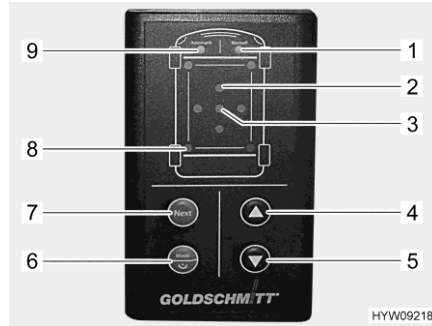

Fig. 43 Elemento de mando (apoyos de elevación hidráulicos)
Si el desequilibrio del vehículo es demasiado elevado, parpadea el LED rojo correspondiente "Inclinación" (Fig. 43,2). Seleccionar un soporte adecuado o manejar manualmente los apoyos de elevación bajo su propio riesgo.
Si por una depresión en el suelo, al extraer un apoyo de elevación, se ha alcanzado su longitud máxima, parpadean los LED "Funcionamiento manual" (Fig. 43,1) y "Modo automático" (Fig. 43,9) tres veces. En este caso, plegar los apoyos de elevación, colocar debajo apropiadamente el apoyo de elevación correspondiente, repetir entonces el proceso.
- Presionar la tecla "On/Off/modo de funcionamiento" (Fig. 43,6) durante más de 1 segundo. Después de conectarse, suena una señal acústica y se ilumina el LED "Modo automático" (Fig. 43,9).
- Pulsar brevemente "On/Off/modo de funcionamiento" (Fig. 43,6). El modo de funcionamiento cambia entre el funcionamiento manual y el modo automático. El LED correspondiente (Fig. 43,1 o Fig. 43,9) se ilumina.
- Pulsar la tecla "Extraer" (Fig. 43,5). Se efectúa automáticamente un procedimiento de alineación. Los LED "Apoyo de elevación" (Fig. 43,8) parpadean mientras los apoyos de elevación estén en movimiento. Si el vehículo está equipado con soportes abatibles: El movimiento de los apoyos de elevación se detiene después del despliegue para dar la oportunidad de colocarlos debajo. El LED "Modo automático" (Fig. 43,9) parpadea rápidamente.
- Volver a pulsar la tecla "Extraer" (Fig. 43,5). Se sigue efectuando el procedimiento de alineación.
- Pulsar la tecla "Plegar" (Fig. 43,4). Los apoyos de elevación se pliegan por completo. Los LED "Apoyo de elevación" (Fig. 43,8) parpadean mientras los apoyos de elevación estén en movimiento.
- En el modo automático, pulse brevemente la tecla "On/Off/modo de funcionamiento" (Fig. 43,6). Se ilumina el LED "Funcionamiento manual" (Fig. 43,1).
- Observar los LED "Inclinación" (Fig. 43,2). Un LED iluminándose indica que el vehículo debe elevarse por este lado.
- Pulse repetidamente la tecla "Next" (Fig. 43,7) hasta que el par de apoyos de elevación deseado quede seleccionado. Los LED correspondientes "Apoyo de elevación" (Fig. 43,8) se iluminan.
- Pulse repetidamente la tecla "Plegar" (Fig. 43,4) o la tecla "Extraer" (Fig. 43,5) hasta que se alcance la posición deseada.
- Pulse de nuevo la tecla "Next" (Fig. 43,7) hasta que otro par de apoyos de elevación deseado quede seleccionado. Continuar el proceso hasta que el vehículo esté alineado. El vehículo está alineado cuando el LED verde "Posición ok" (Fig. 43,3) se ilumina.
- Pulsar simultáneamente las teclas "On/Off/modo de funcionamiento" (Fig. 43,6), "Extraer" (Fig. 43,5) y "Plegar" (Fig. 43,4) y mantenerlas pulsadas durante 3 segundos.
- Después de una confirmación acústica y de la iluminación del LED "Posición ok" (Fig. 43,3), soltar las teclas. La posición se guarda como posición OK.